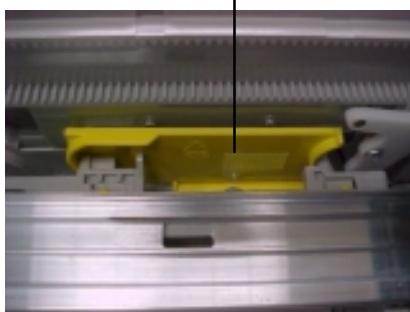

Figure 11
2. Voir la figure 11. Entre chaque ensemble de guide-billets et la paroi latérale de la cassette, il y a une plaque de réglage. Des prolongements de l'ensemble de support reposent à l'intérieur des guides courbes de cette plaque.